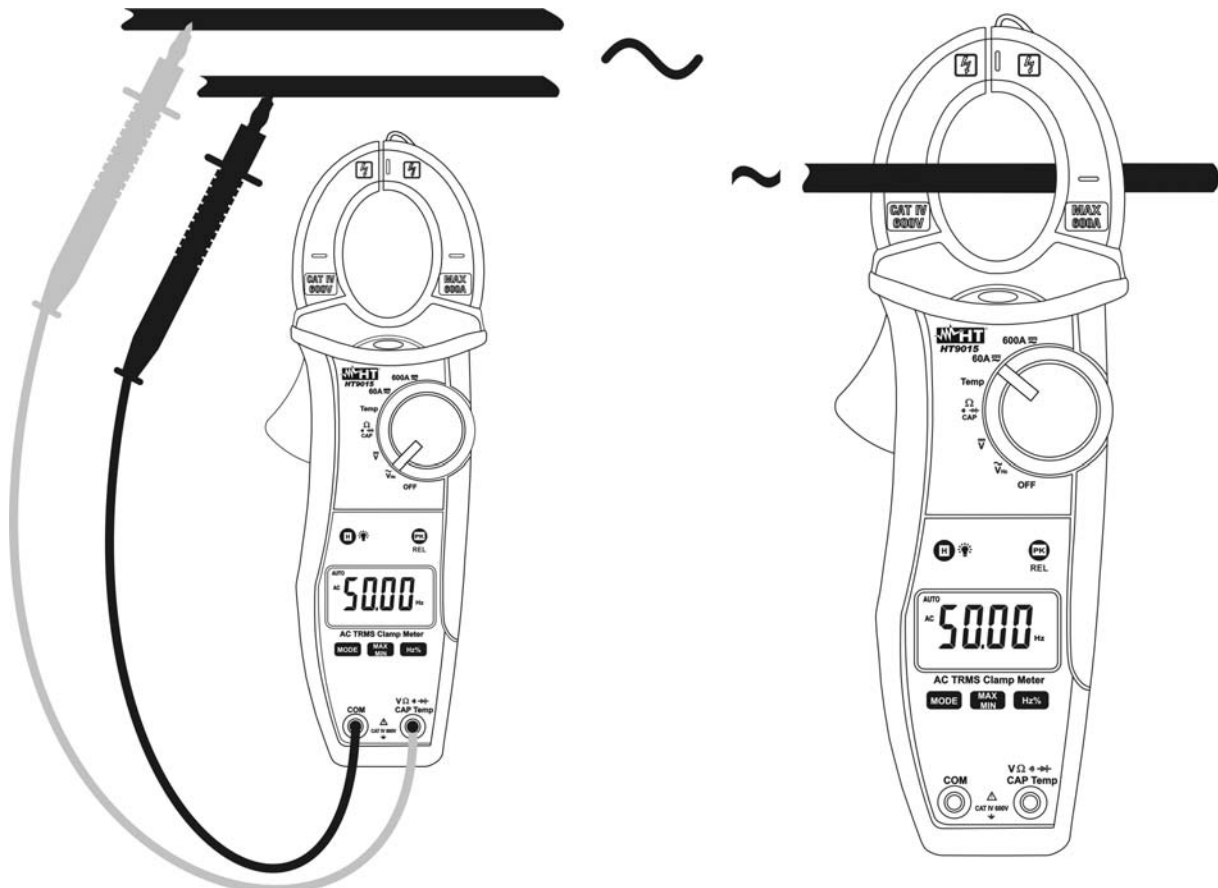

Abb. 11 Messung von Frequenz und Tastverhältnis
- Verbinden Sie die Meßleitungen mit den Eingangsbuchsen. Die rote Messleitung mit der Buchse **V $\Omega$ Hz%Temp** und die die schwarze Messleitungsbuchse mit der **COM** Eingangsbuchse (siehe Abb.11 – linkes Bild) für Frequenzmessung über die Messleitungen. Öffnen Sie die Zange und setzen Sie den zu messenden Leiter ins Zentrum der Zangenöffnung (siehe Abb. 11 rechte Seite), der gemessene Frequenzwert wird nun angezeigt. Der Bargraph ist deaktiviert in der Funktion Frequenz und Tastverhältnis.